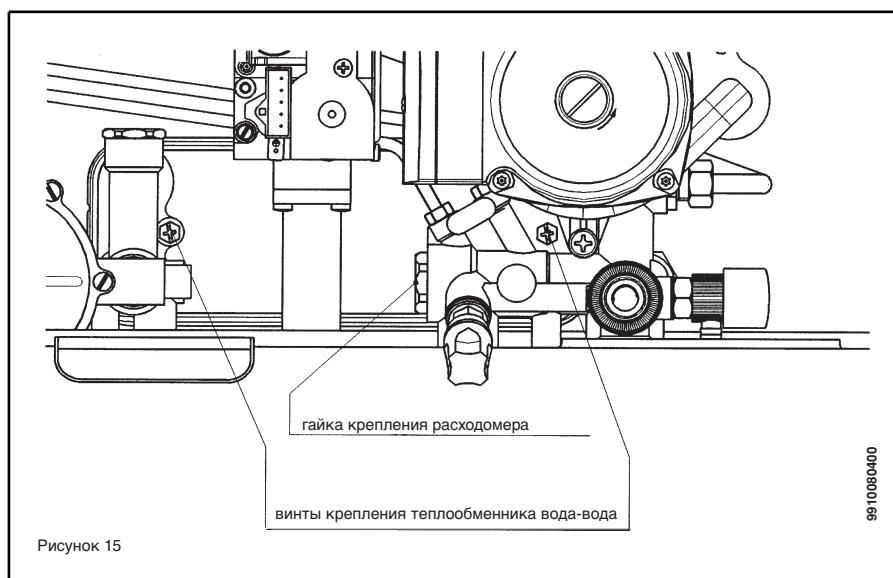

Рисунок 15
- снять два крепежных винта теплообменника вода - вода, к которым имеется фронтальный доступ, и достать теплообменник из гнезда (рисунок 15).